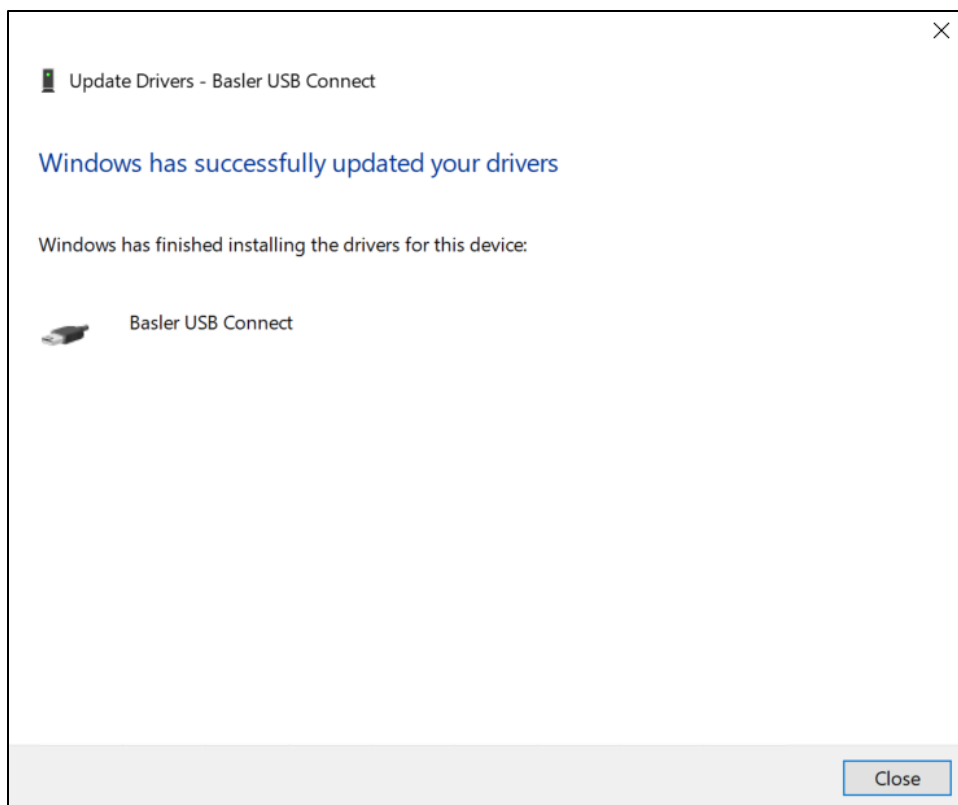

Figura 64-9. La actualización del software del controlador se realizó con éxito
Paso 8. Si la instalación del controlador se realizó con éxito, aparece la ventana en Figura 64-9.